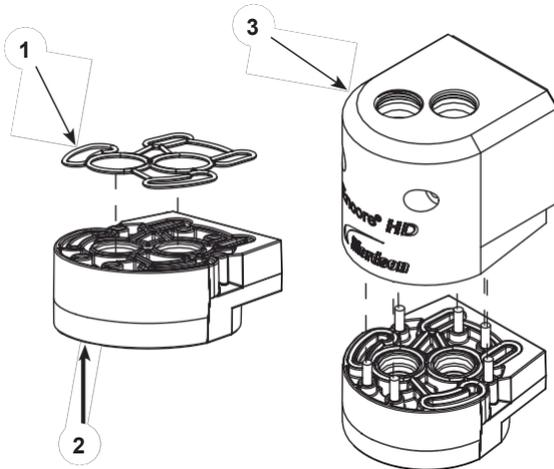

Figura 22 Montar el bloque en Y inferior al colector de purga
1. Véase la figura 22. Coloque la junta tórica personalizada (1) en el bloque en Y superior (2), tal como se muestra, y fije el bloque en Y superior a la carcasa del colector de purga (3) con la tornillería suministrada.